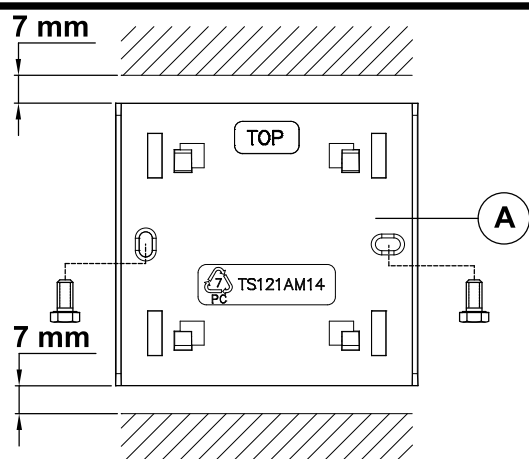

Fig 3.
1. Bevestig de borgplaat A (fig. 3) met de bijgeleverde schroeven op een inbouwdoos resp. rechtstreeks aan de muur met de schroeven en pluggen. De markering "TOP" dient zich aan de bovenzijde van de borgplaat te bevinden.